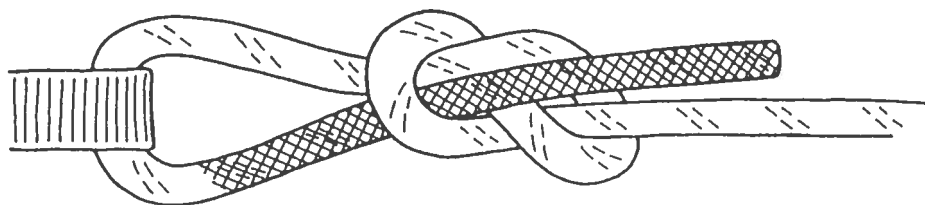
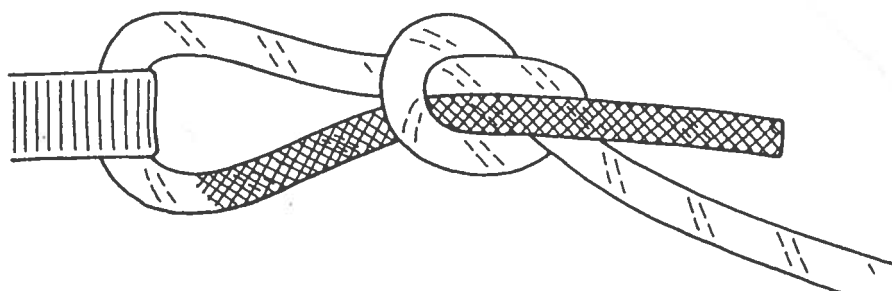

Fig.1 De Achtknoop (onvolledig gevormd)
Fig.2 Zaksteek (onvolledig gevormd)
Als je in het midden van een erg lang touw de makkelijkste knoop probeert te maken dan krijg je een lus. Die lus kun je er zo weer uit trekken door aan A en B te trekken (Fig. 1).
Als je echter aan A en C trekt dan gebeurt er heel iets anders dan als je aan B en C trekt. Afhankelijk van het eind waaraan je trekt kan de lus groter of kleiner worden. Hoe zou dat komen? Hieronder wordt de **Slipsteek** getoond (Fig. 2). Als je eind A belast door met je vinger aan de lus te trekken, dan schiet de tamp door de knoop heen.
Op 15 juni waren Mack Johnson (29) en Kitt Dover (34) gaan boulderen, het beklimmen van grote rotsblokken, in het Black-Jack-Creek gebied van New Hampshire/USA. Johnson bond zich aan en begon te klimmen. Zoals dit bij bijzondere hoogten, of bij hachelijk boulderen, gebruikelijk is werd er "toprope" gezekeerd. Toen Johnson bijna boven was stortte hij de totale geklommen hoogte, 7 tot 8 meter vanaf de startpositie, naar beneden. Zijn Aanbindknoop, een gezekeerde Achtknoop, was losgekomen. De knoop bleek slechts half-gevormd te zijn (Fig.1) en Johnson was onthaakt [1]. Lynn Hill overkwam slechts 4 jaar later hetzelfde. Zij stortte meer dan 20 meter naar beneden. In beide gevallen eindigde de val met verwondingen. Pit Schubert van de DAV-reddingsmaatschappij noemt vier van dergelijke gevallen in Duitsland [2]. In drie ervan wordt de Aanbindknoop niet nader beschreven. In een geval was het een Zaksteek (Fig.2).